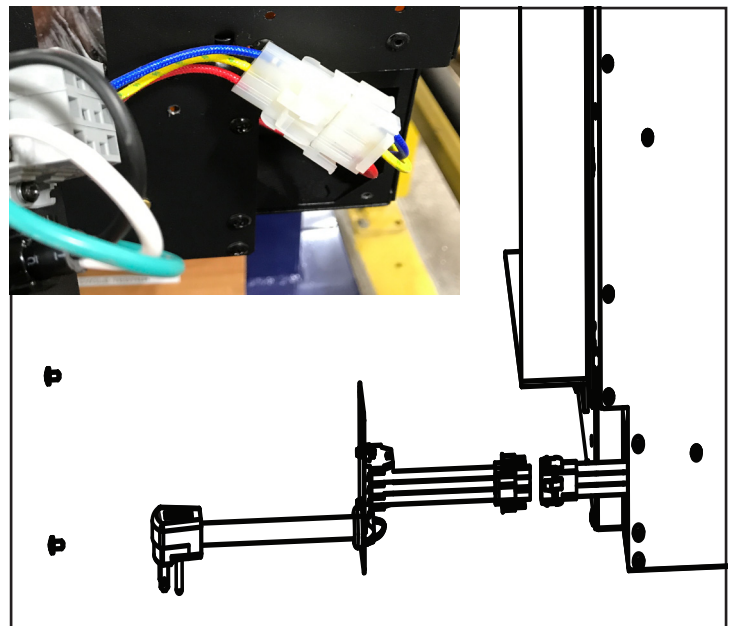

Figure 4.12 Branchement du cordon d'alimentation
1. Retirez la plaque de protection du bornier située à l'extrémité droite de l'appareil en retirant deux vis. Voir la figure 4.12.
3. Connectez le connecteur à trois fils conducteur du bornier fourni avec l'ensemble de cordon d'alimentation. Voir la figure 4.12.